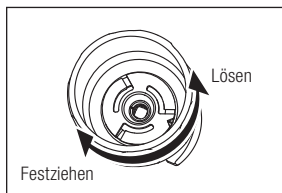

Abb. 2
- 2) Bringen Sie den Drehmomentschlüssel so an, dass er um die rechteckige Sektion des Aufsatzes greift. Drehen Sie den Aufsatz anschließend mithilfe des Drehmomentschlüssels fest, bis dieser klickt und durchrastet (Abb. 2). Halten Sie während des Vorgangs das Handstück fest, sodass der Handstückschlach sich nicht verdreht.
Um den Aufsatz abzunehmen, verwenden Sie den Aufsatzschlüssel und drehen Sie diesen (gegen den Uhrzeigersinn) in die "Lösen"-Richtung wie in Abb. 2.